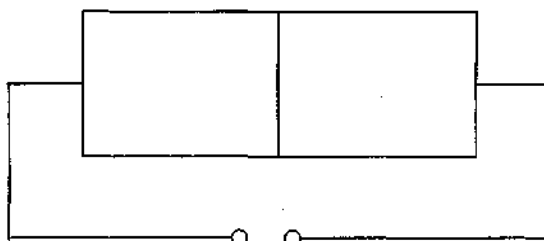

Рисунок 1 – Условное обозначение р-п – перехода с источником питания
1. Приведите условное изображение р-п перехода с подключением к нему источников питания (рисунок 1). Нанесите на изображенном р-п переходе заданные носители заряда с указанием направления их перемещения (таблица 1).